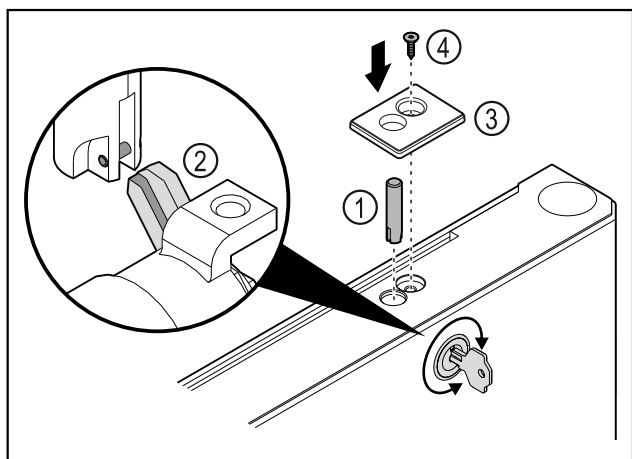

Fig. 46
- ▶ Założyć śrubę zamka Fig. 46 (1).
- ▶ Lekko przekręcić zamek, aby śruba zamka Fig. 46 (2) zatrzasnęła się w szczelinie zamka.
- ▶ Założyć osłonę Fig. 46 (3).
- ▶ Założyć śrubę Fig. 46 (4).